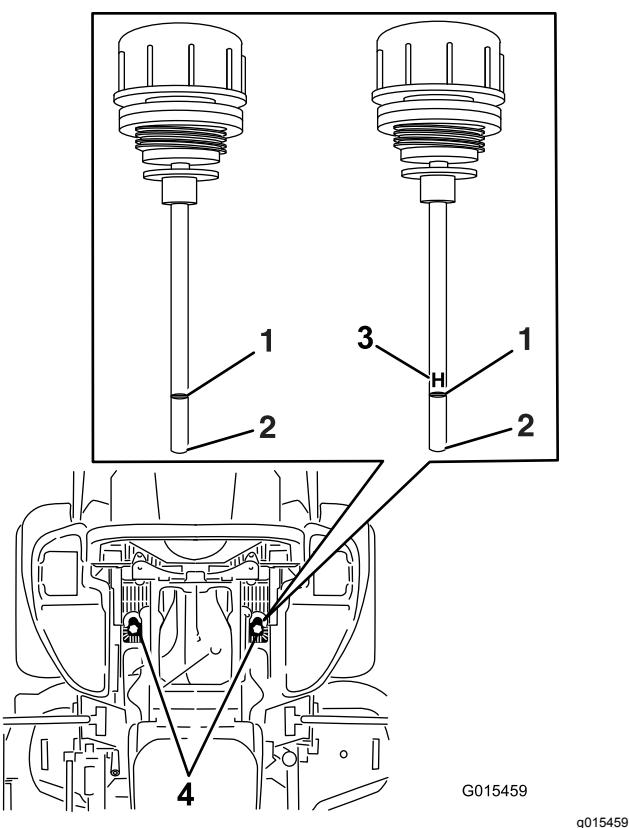

Figura 84
6. Limpie la zona alrededor de las varillas de los depósitos del sistema hidráulico (Figura 84).
7. Retire una varilla del depósito hidráulico (Figura 84).
9. Retire la varilla e inspeccione el extremo (Figura 84). Si el nivel de aceite está en la marca ADD (añadir), vierta lentamente en el depósito hidráulico sólo la cantidad de aceite necesaria para que el nivel llegue hasta la marca LLENO o H.